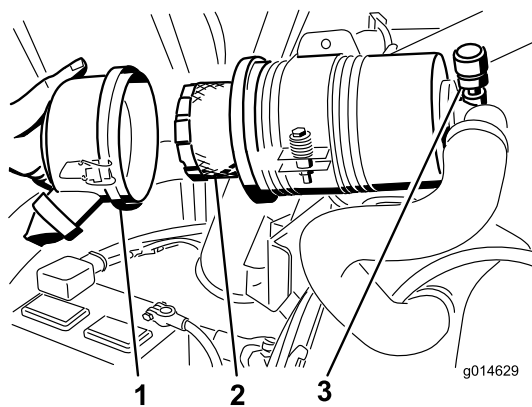

Bild 55
3. Nehmen Sie den Filter heraus und wechseln Sie ihn (Bild 55).